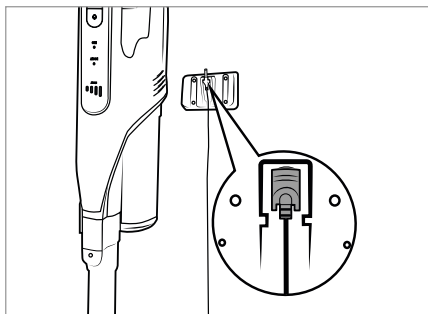

Fig. 6
- ◆ Așezați aspiratorul în suportul pentru perețe **18** de sus în jos, astfel încât conectorul-tată **11** să intre în mufa de încărcare **3** de pe partea inferioară a aparatului. Afișajul bateriei **25** începe să lumineze intermitent și procesul de încărcare începe (a se vedea fig. 6 și 7).